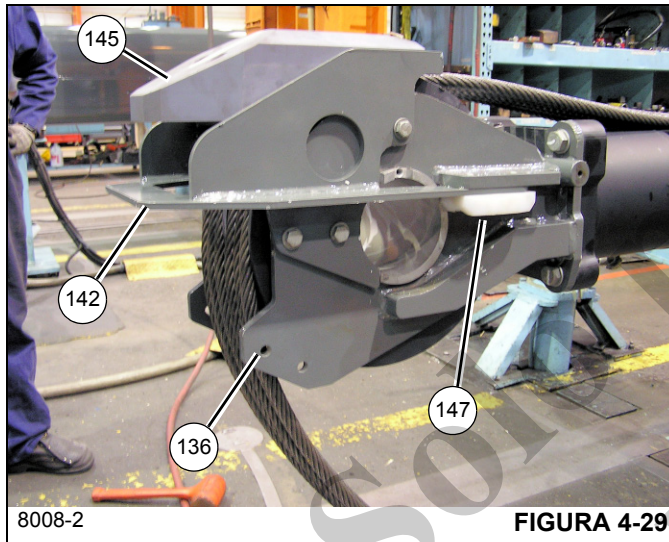
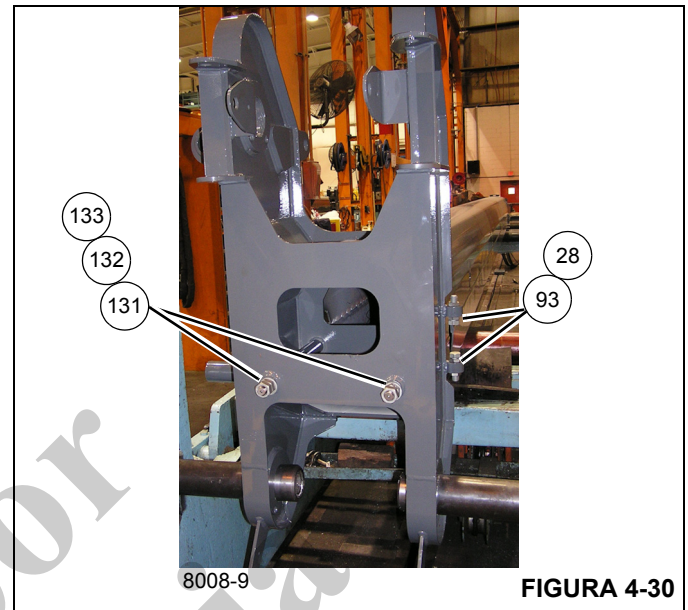

FIGURA 4-29
FIGURA 4-30
6. Instale el miembro soldado del carruaje (142) (vea la Figura 4-29) sobre el miembro soldado de montaje de polea del cilindro telescópico (136) utilizando los seis pernos (20) y las arandelas planas (143).
**NOTA:** Para facilitar el armado, monte el carruaje (142) en el miembro soldado del montaje de la polea del cilindro telescópico (136) instalando primero sólo los dos pernos superiores (20). Gire el eje muescado (141) para alinearlo con el carruaje mientras se instalan los pernos restantes.
7. Instale las almohadillas amortiguadoras (147) en los lados del miembro soldado del carruaje (142) con los cuatro pernos (19) y las arandelas planas (143); compruebe que el lado biselado de cada almohadilla esté orientado hacia afuera (vea la Figura 4-29).
8. Monte la almohadilla de carruaje inferior (145) en el miembro soldado del carruaje (142) utilizando los pernos (44, 146) (vea la Figura 4-29).
9. Instale la almohadilla de carruaje superior (144) en el miembro soldado del montaje de la polea del cilindro telescópico (136) utilizando los cuatro pernos (19), las arandelas de seguridad (17) y las arandelas planas (16).
10. Instale dos graseras (106) en cada extremo del eje hueco (141) y añada grasa hasta que salga por las poleas.
11. Coloque la sección telescópica 4 (5) en la parte delantera del cilindro telescópico (6) con el lado superior hacia abajo y coloque la sección telescópica 4 (5) en unos soportes adecuados.
12. Instale los dos cables de retracción de la sección telescópica 4 (131) a través del interior de la sección telescópica 4 (5) y fije la punta de la pluma con las cuatro tuercas (133) y las dos arandelas (132) (vea la Figura 4-30).